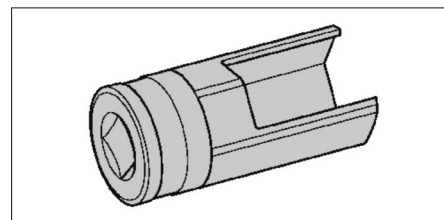

FIG. 9
- déposer l'émetteur du tablier en le tournant d'un quart de tour dans le sens horaire (fixation de type baïonnette), à l'aide d'une douille appropriée (outil Renault Emb. 1596 ou douille de 24 mm ouverte sur un tiers de son pourtour fig. 9).